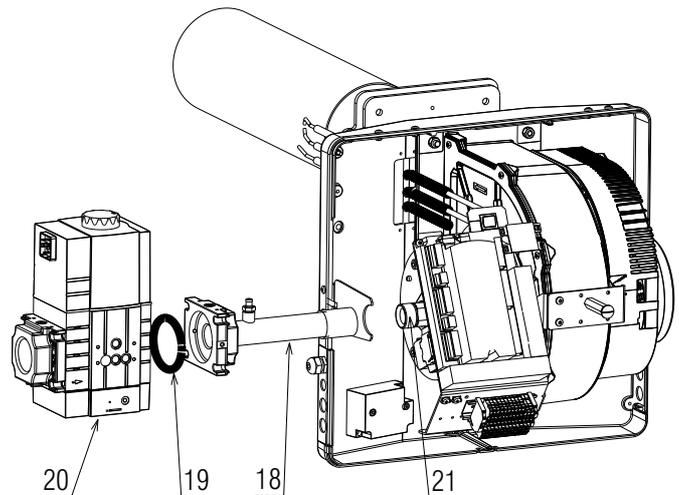

Fig. 15
- Fixer le tuyau de la rampe (18) au raccord fileté du mélangeur de gaz (21) à l'aide d'un mastic approprié pour les joints de gaz.
- Fixer la vanne de gaz (20) à la bride (Fig. 15) à l'aide des 4 vis (18)(Fig. 15) fournies de série.
- Faire attention à la présence du joint (19)(Fig. 15) et au joint de gaz.
Utiliser un mastic adapté et vérifier l'étanchéité au gaz (Fig. 15).